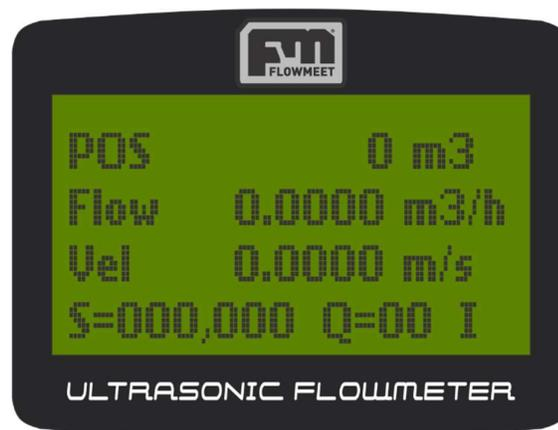

Figura 1.2. Ejemplo de pantalla M01
- M01: Volumen histórico positivo, caudal instantáneo, velocidad del fluido, intensidad y calidad de la señal y estatus. (Figura 1.2)
- M10: Perímetro externo de la cañería. (1)
- M11: Diámetro externo de la cañería. (1)